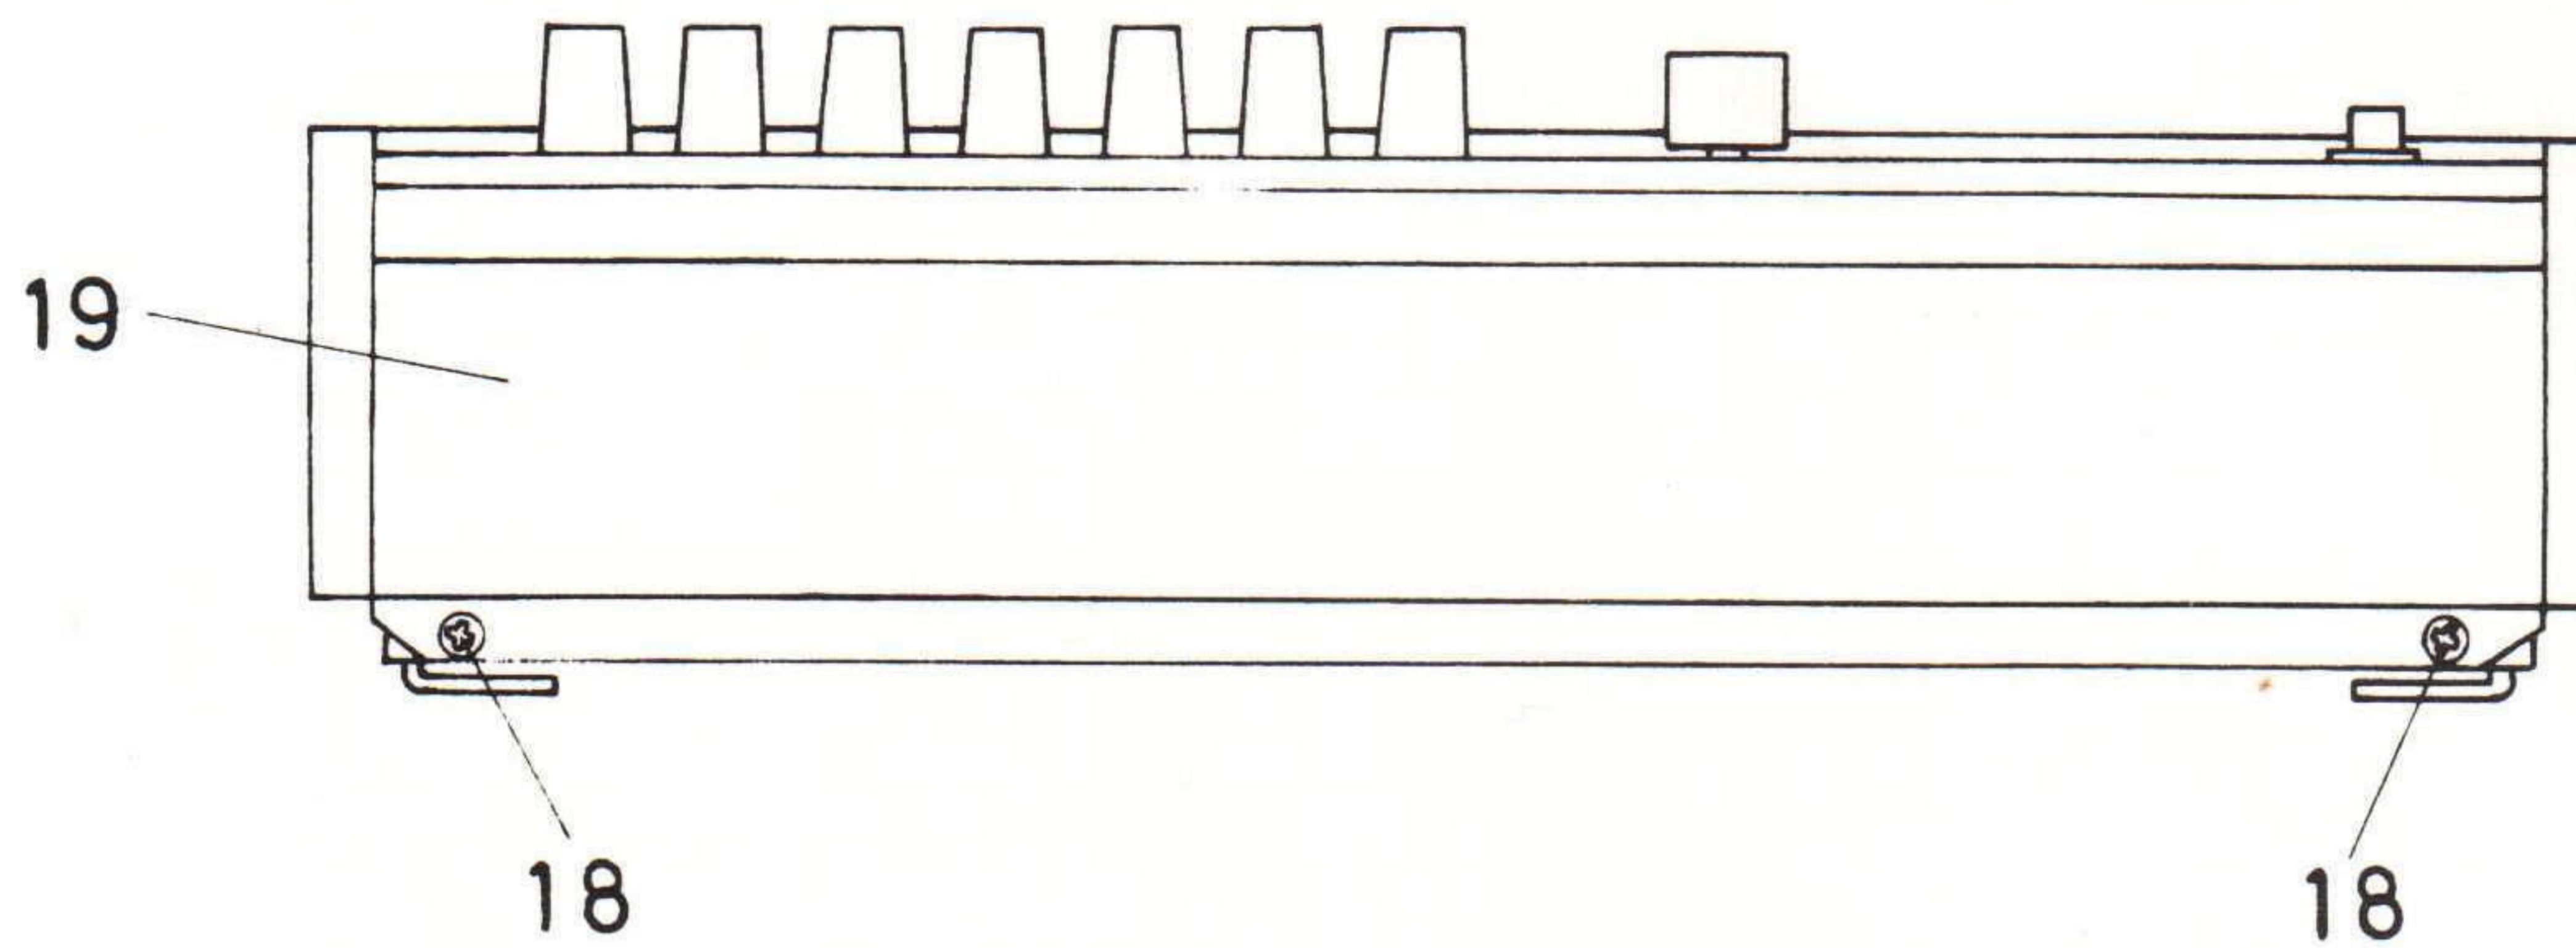

Fig. 3
- Tag bort de två skruvar (18) fig 3, som håller fronten (19) på framsidan.